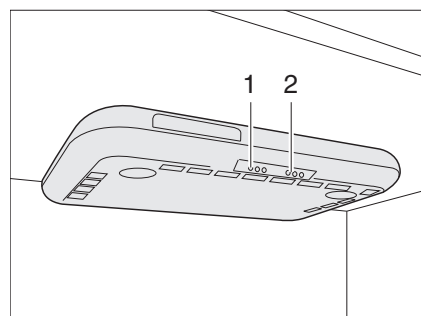

Fig. 194 Hotte aspirante
- Allumer et éteindre la hotte aspirante avec l'interrupteur (Fig. 194,1).
- Allumer et éteindre les éclairages de la cuisine avec l'interrupteur (Fig. 194,2).